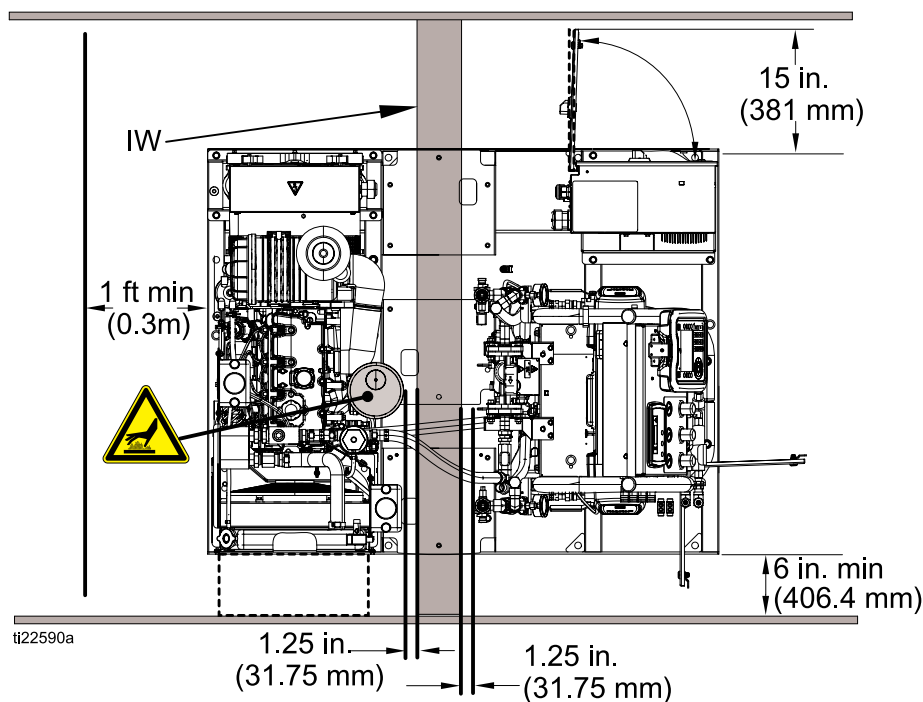

Figure 22 Widok z góry, ze ścianką
4. Zamontować ściankę (IW) w miejscu, gdzie wcześniej znajdował się zbiornik paliwa. Upewnić się, że odległość między ścianką a tłumikiem wydechu wynosi co najmniej 31,75 mm (1,25 cala). Patrz Rys. 22.